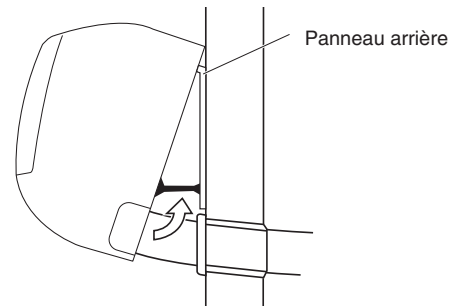

Fig. 3-24
- (1) Mettre en forme la tuyauterie de réfrigérant de manière qu'elle puisse passer facilement dans le trou du mur. (Fig. 3-24)